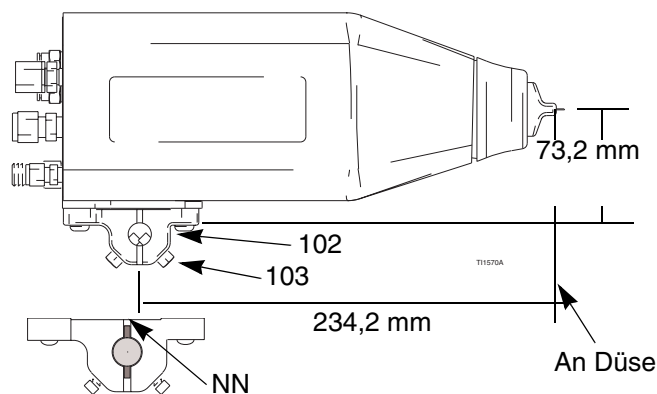

Abb. 4. Montagehalterung
1. Die zwei Stellschrauben (103) der Montagehalterung lösen und die Halterung (102) auf eine 1/2" (13 mm) starke Montagestange schieben. Siehe Abb. 4.
Für eine zuverlässigere Halterung einen 1/8" (3 mm) starken Zentrierstift in den Schlitz (NN) in der Halterung und durch ein Loch in der Stange führen. Siehe Detailansicht in Abb. 4.